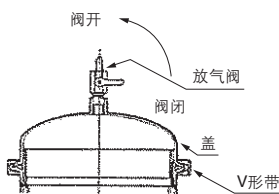

图3.放气阀的开关
- ①停止运转。
- ②按进口、出口的顺序关闭阀。
- ③打开放气阀，让过滤器内压力为0，然后打开冷凝水阀，排液阀，让内部的流体全部排出。(参见图3.)
- ④旋松紧固盖用部件(V形带等)的紧固螺母，取下盖和O形圈进行检查。